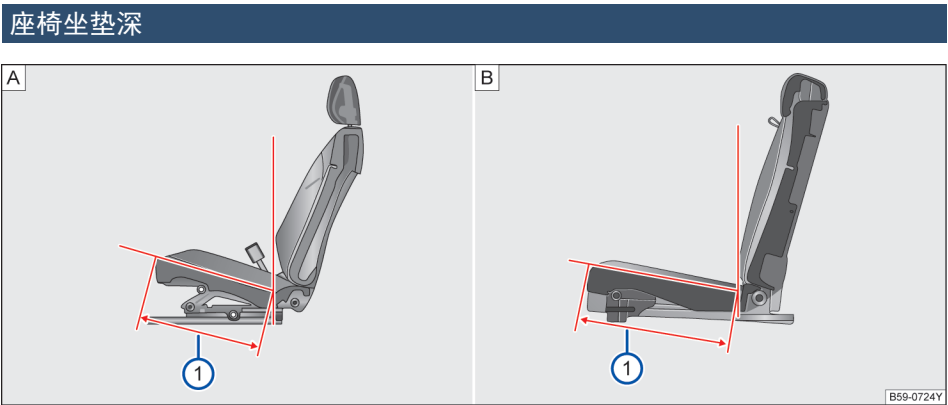

图 89 座椅坐垫深
当前排位置处于设计位置时，坐垫深=478mm→图 89 A ①。
当后排位置处于设计位置时，坐垫深=475mm→图 89 B ①。